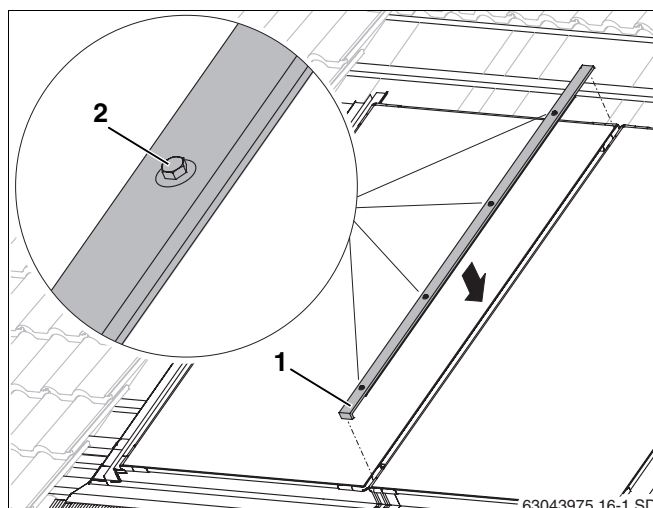

Рис. 50 Средняя накладная планка
- Вставить накладную планку (рис. 50, **поз. 1**) отбортовкой вниз в промежуток между двумя коллекторами и выровнять ее.
- Начиная снизу, вручную затянуть винты (рис. 50, **поз. 2**) ключом SW 8.